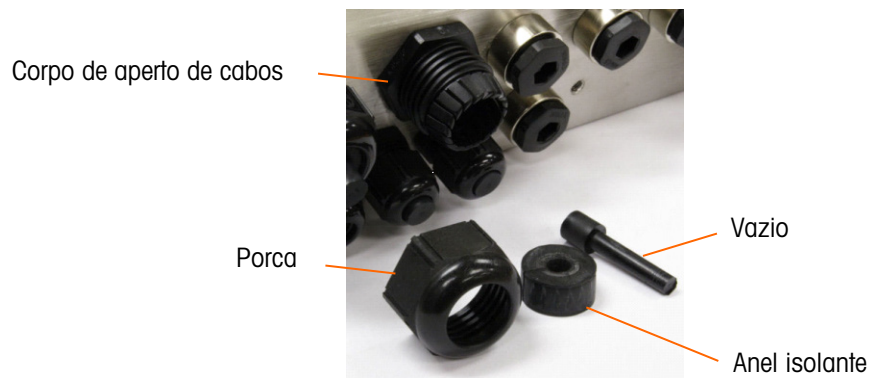

Figura 2-25: Componentes de prensa-cabos
1. Desmonte um aperto de cabo de tamanho aproximado. A Figura 2-25 mostra os componentes, incluindo o vazio, usado quando não há nenhum cabo.